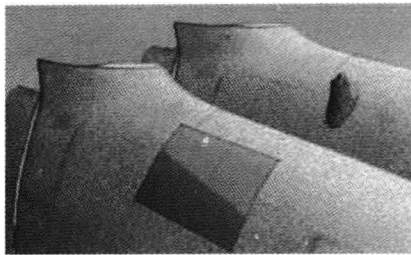

图 1-14 曲面重建
**曲面重建**——自动完成扫描数据填充孔的多步流程。Alias 软件可以通过生成网片补丁，利用用户定义的剖面来识别外部曲率，如图 1-14 所示。